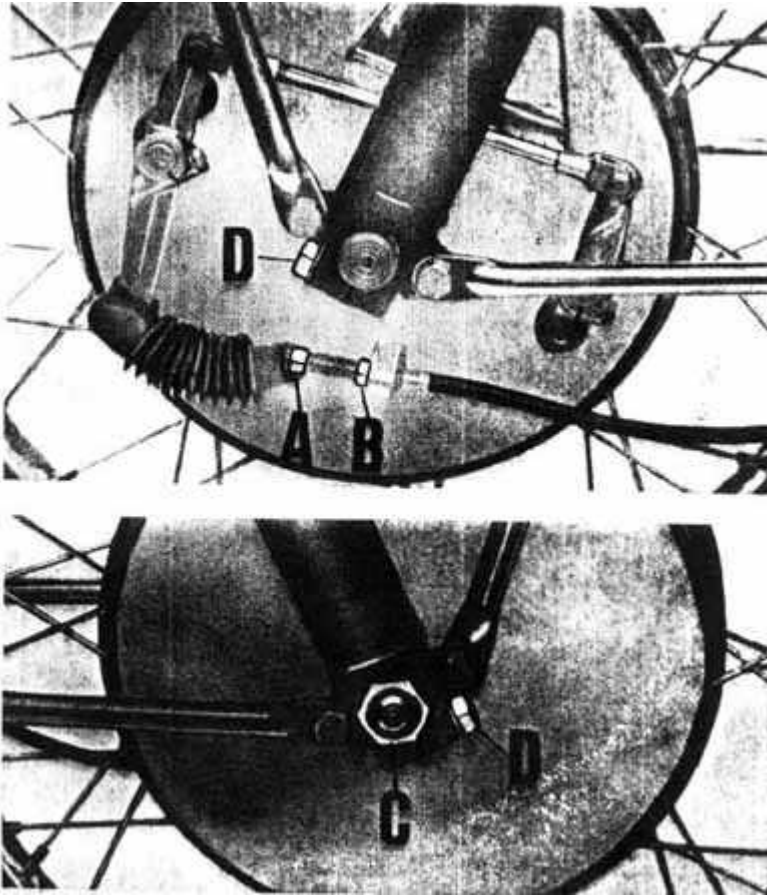

Fig. 36
**Front wheel** (See fig. 36) [\[return to index\]](#)